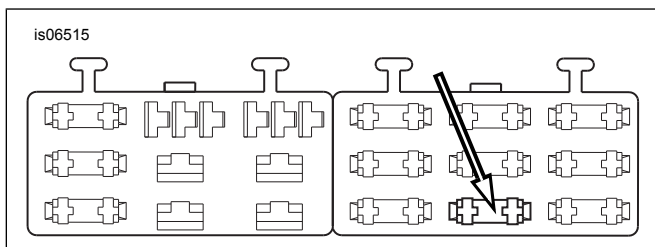

Abbildung 18. Sicherungsblockhohlraum „OPEN“ (Dyna-Modelle ab 2004)
4. Siehe Abbildung 18. Den als „OPEN“ (nicht belegt) ausgewiesenen Sicherungsblockhohlraum (1) an der Sicherungsblockabdeckung im rechten Sicherungsblock ausfindig machen. Den Kontakt des orange/weißen Adapterkabels bis zum Anschlag einführen. Auf einen benachbarten, im Werk eingebauten Kontakt Bezug nehmen, um zu prüfen, ob der Kontakt richtig ausgerichtet und tief genug eingesetzt ist.